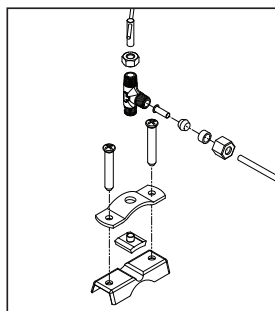

FIGURE 3
- Assembler le robinet-vanne à étrier (saddle valve) fourni dans l'ensemble d'installation du Wave (figure 3).